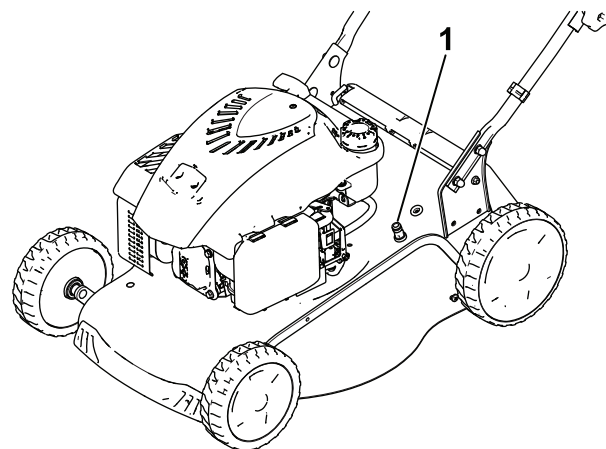

Figura 18
5. Collegate una canna da giardino al rubinetto dell'acqua e al foro di lavaggio rapido (Figura 18).